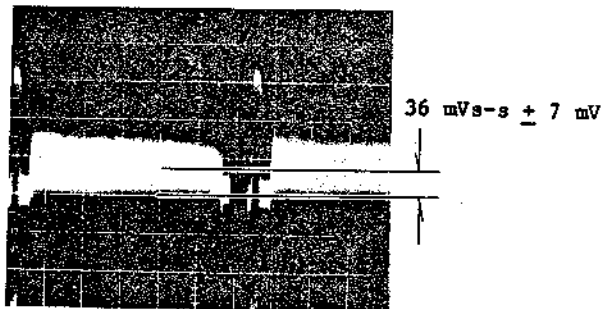

Abb. 4-10 Schwarzbalance/Y-Einstellung
8. Den Y SETUP Regler (RM1101-5) auf  $36 \text{ mV} \pm 7 \text{ mV}$  von der Austastung bis zur Mitte der Wellenform abgleichen (siehe Abb. 4-10).
9. Den Y SETUP Regler (RM1101-5) auf  $36 \text{ mV} \pm 7 \text{ mV}$  von der Austastung bis zur Mitte der Wellenform abgleichen (siehe Abb. 4-10).